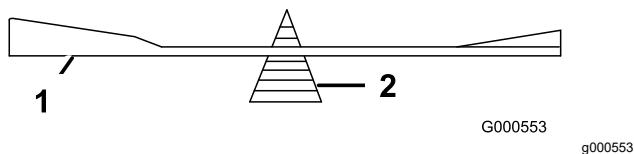

Figure 103
- 2. Vérifiez l'équilibre de la lame en la plaçant sur un équilibrage (Figure 103).